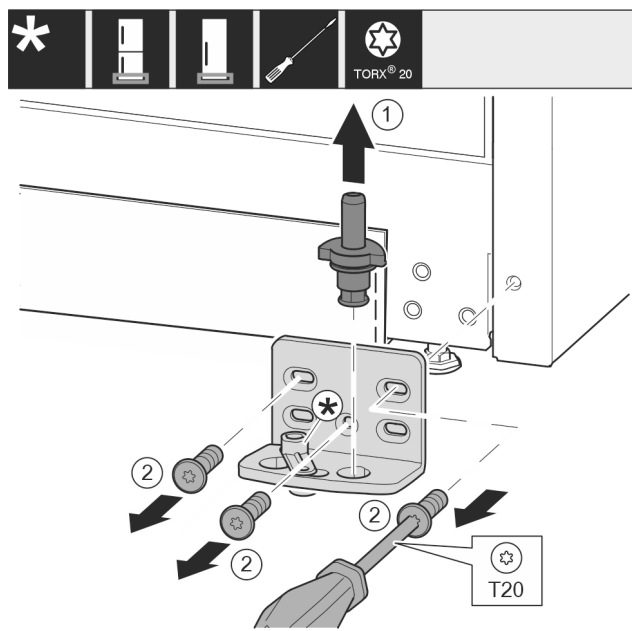

Fig. 13
- Nxirrni jashtë komplet bulonin e rrotullimit Fig. 13 (1) nga lart.
- Lironi vidat Fig. 13 (2) me një kaçavidë dhe hiqni bazamentin mbështetës.